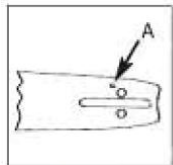

Figura 3A
Para assegurar que a corrente e a barra sejam corretamente lubrificadas, USE UNICAMENTE O MODELO DE BARRA ORIGINAL com o furo de passagem de óleo (A) como ilustrado na figura 3A.